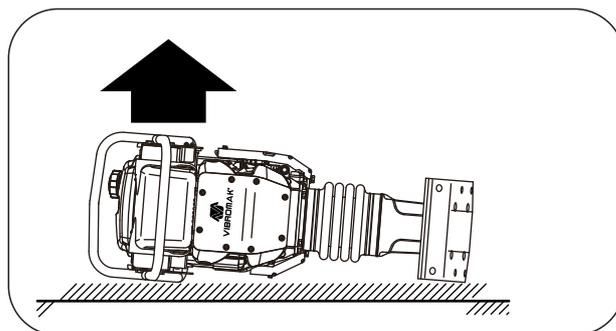

FIG. 12
4. Mantenha a posição vertical do compactador em um piso nivelado durante o transporte. Se tiver que deitar para baixo o compactador inevitavelmente durante o transporte, drene o combustível, aperte a tampa do tanque e deite-o com o lado do silenciador para baixo. (Fig. 12)